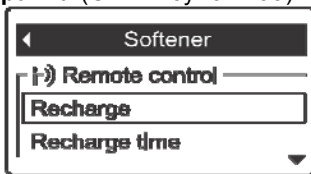

РИС. 109
2. Нажать кнопку ВЫБОР (O) для отображения меню устройства (См. Рисунок 109).
3. При необходимости, нажать кнопку ВНИЗ (▼) и прокрутить опции меню до подсветки надписи в рамке **Заправка** (См. Рисунок 109).
6. Нажать кнопку ВЫБРАТЬ (O). Дисплей вернется обратно в меню умягчителя (Рисунок 109).